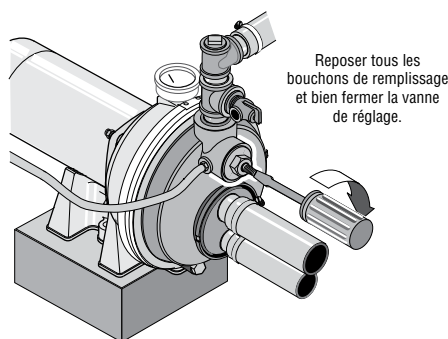

Figure 19 : Amorçage de la pompe
2. Reposer tous les bouchons de remplissage et fermer complètement la vanne de réglage (voir la Figure 19).